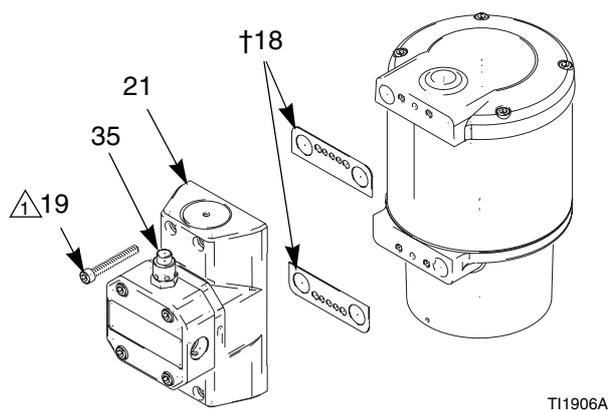
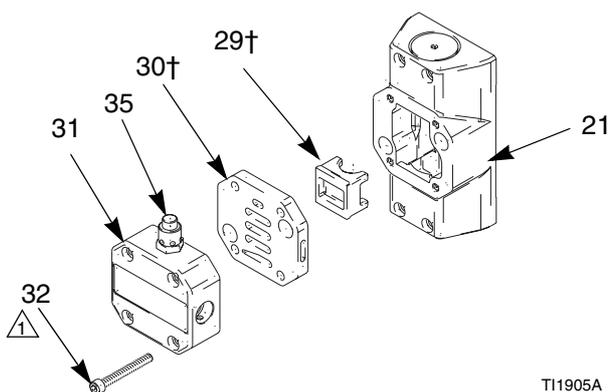

FIG. 5. Válvula de aire
FIG. 6. Tapa de la válvula de aire, asiento y copela
1. Retire los tornillos (19) y saque el alojamiento de la válvula de aire (21) del motor neumático. Retire las juntas (18). Vea FIG. 5.
2. Retire la cubierta de la válvula de aire (31), el asiento (30) y la copela (29). Vea FIG. 6.
4. Instale las juntas tóricas (23†) en los casquillos (22) e instale un casquillo en el alojamiento (21). Instale el pistón (24†) y el otro casquillo. Instale los tornillos de fijación (36) para sujetarlo.
5. Coloque la copela (29†) en el alojamiento (21) de forma que cabalgue sobre el pistón de la válvula de aire. Vea FIG. 6.
6. Instale el asiento (30†) y la tapa (31) tal como se muestra. Asegúrese de que los orificios del asiento estén alineados con los orificios del alojamiento (21), y anote la orientación de la válvula de alivio (35) en la tapa. Apriete los tornillos (32) a un par de 10–11 N.m.
7. Engrase las superficies internas del alojamiento (21) que están dirigidas hacia las juntas (18†), después coloque las juntas tal como se muestra en la FIG. 5. Instale la válvula de aire con la válvula de alivio (35) dirigida hacia arriba. Apriete los tornillos (19) a un par de 10–11 N.m.